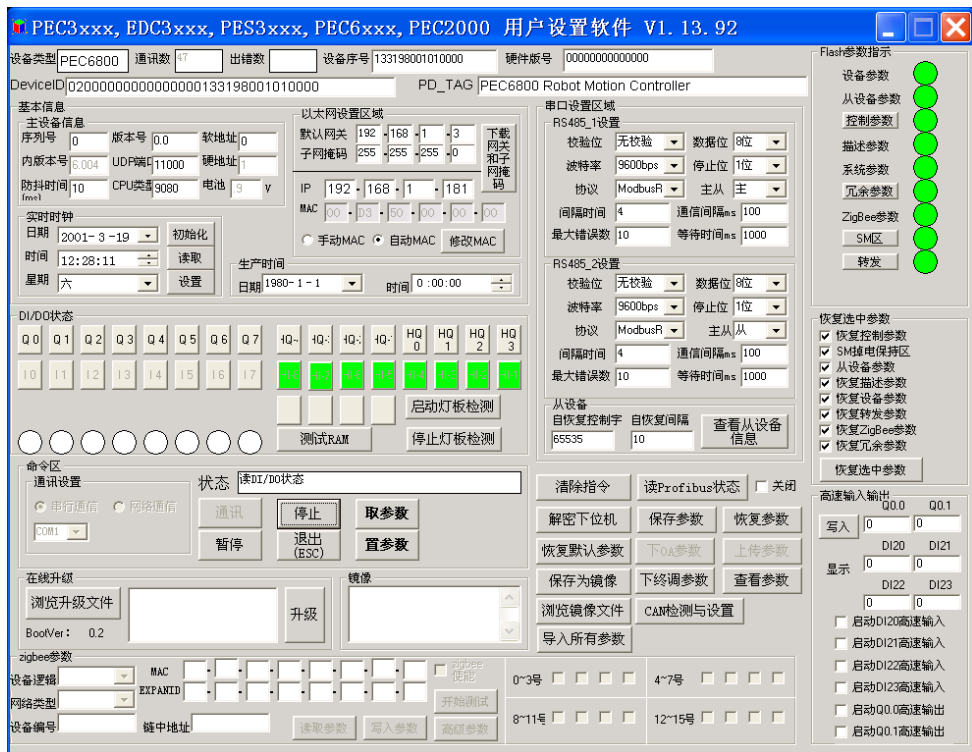

图 6-1-2 PEC6800 用户设置软件
(2) 启动设置软件：启动 PEC6800 用户设置软件，进入如图 6-1-2 所示界面，单击“通信”按钮。设置软件连接控制器，读取控制器系统参数，进入参数设置状态。
(3) 参数设置：点击“取参数”按钮，将控制器现在运行的参数显示在软件界面上。“置参数”按钮则将软件界面中的已经修改的参数下载至控制器中，完成对控制器系统参数的设置。“恢复默认参数”是将控制器的所有参数恢复至出厂的设置。
(4) 查看状态参数：设备状态参数包括硬地址信息，电池信息，系统参数，软件版本号等。